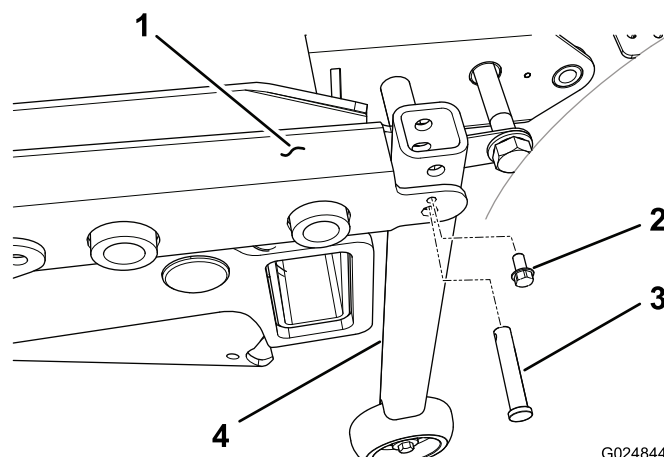

図 95
6. シリアル番号が 31299999 よりも若いトラクションユニットでは、デッキフレームの後コーナーそれぞれに垂直チューブサポートアセンブリを取り付けるクレビスピンとタッピングねじ 1/4 インチを使用する 図 95。